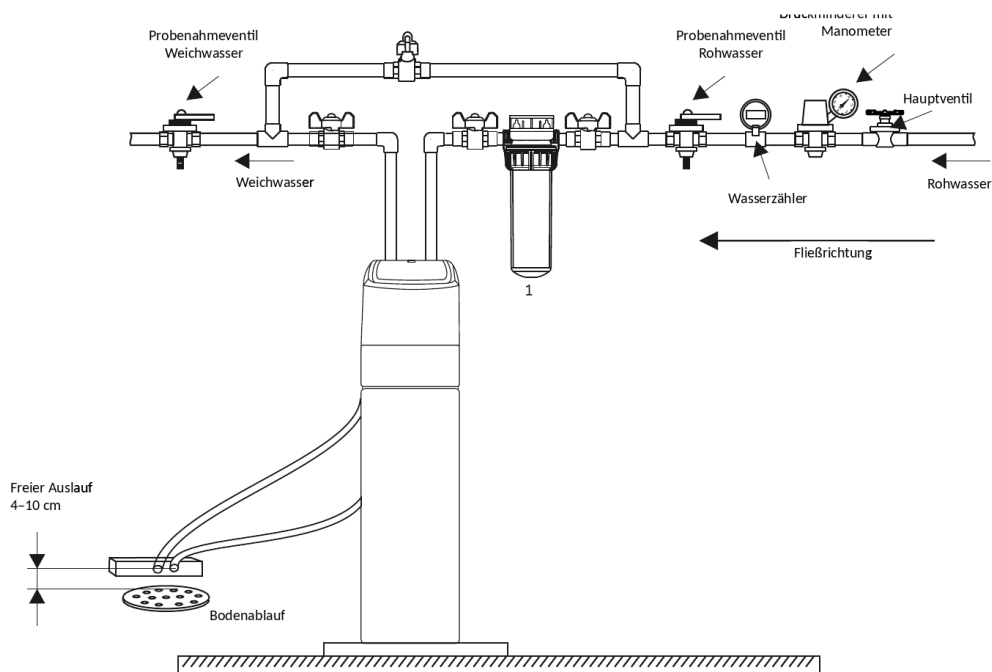

Abb. 7.1 – Beispiel eines Anschlussschemas
Zu Abb. 7.1
7. Bauen Sie zwei Absperrventile in die Leitung ein: eines vor dem Eintritt des Wassers in die Anlage, eines nach dem Austritt des behandelten Wassers (siehe Beispiel-Anschlusschema, Abb. 7.1).